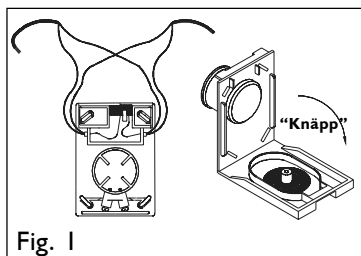

Fig. 1
2.1 Start i sugdosa (fig. 1)
Vid start i sugdosa (fig. 1) startar centralenheten när sugdosans lock öppnas helt (över det tydliga "knäppet") och locket låses i öppet läge. Dammsugaren stannar när locket fälls tillbaka över "knäpp"-läget. (Observera, att vid användning av skräpsugaren och vanlig sugslang måste start i sugdosa användas).